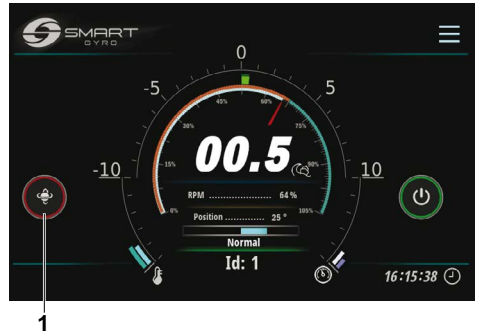

Figure 8
8. Pour arrêter la précession, appuyez sur l'icône bascule de précession. Le cercle situé autour de l'icône devient rouge, indiquant que la procection est verrouillée et que la sphère ne peut pas tourner (Figure 8, (1)).